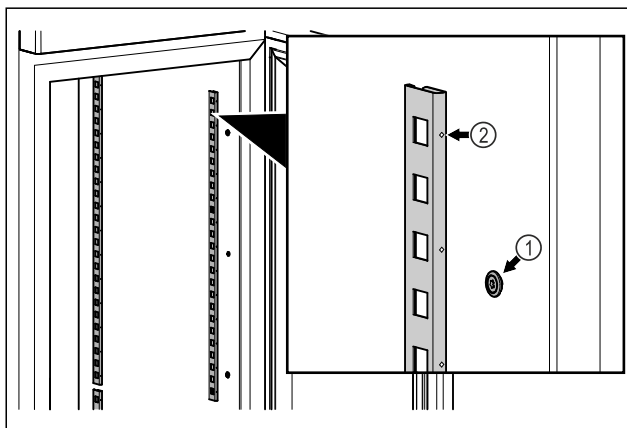

Fig. 54 Przykładowa prezentacja
- ▶ Zaczepić listwę zaczepową w mocowaniu Fig. 54 (1). Zaznaczenie Fig. 54 (2) musi być skierowane do przodu.